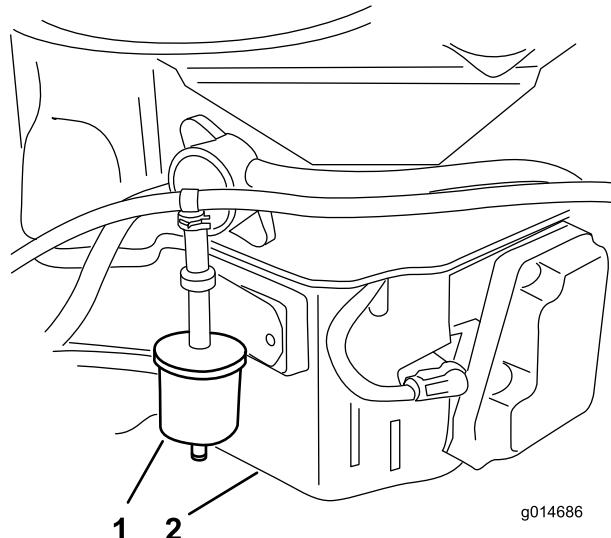

**Figura 31**
4. Apriete los extremos de las abrazaderas y deslícelas por el tubo alejándolas del filtro (Figura 31).